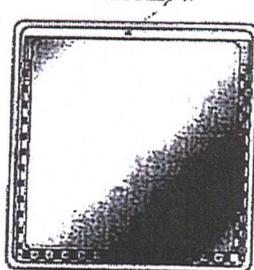

Fig. 2
- Positionner la vitre vers le bas, en laissant un espace d'environ 2 mm sur la partie supérieure. (fig.2)